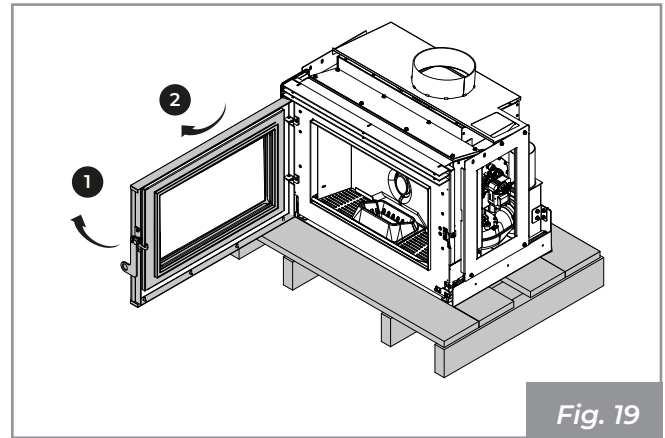

Fig. 19
- Opening the door (**Fig. 19**).